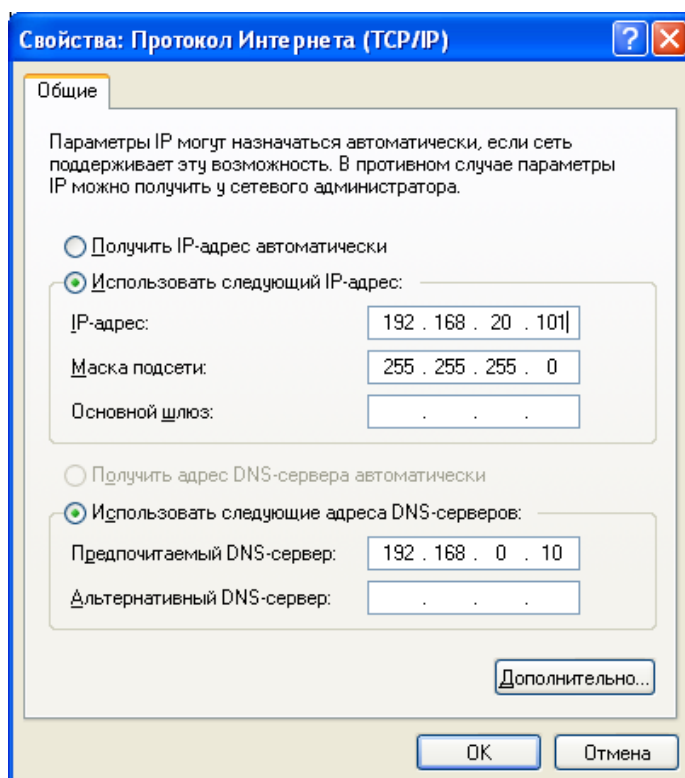

Рисунок 19
- 3) Откройте свойства сетевого подключения и в соответствующем диалогом окне (см. Рисунок 19) установите IP адрес компьютера в подсети *192.168.20.** (например 192.168.20.101, если Вы изменяете заводские установки) или в подсети, соответствующей ранее установленному IP адресу контроллера.